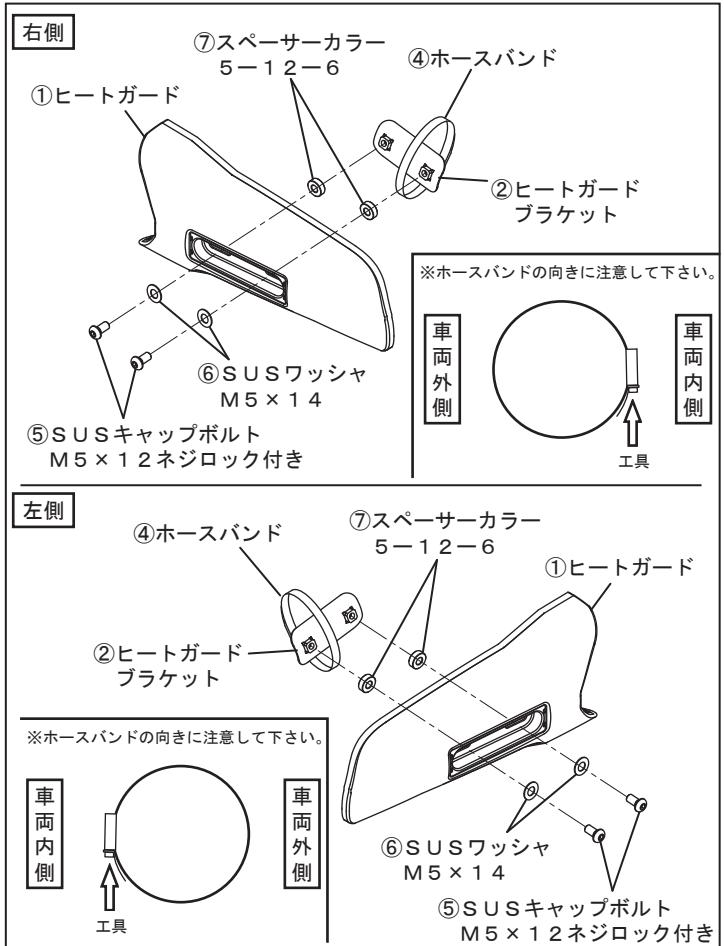

FIG. 1
2. ②ヒートガードブラケットに④ホースバンドを通し、①カーボンヒートガードを⑤キャップボルトM5×12ネジロック付、⑥SUSワッシャM5×14、⑦スペーサーカラー5-12-6を使用して規定トルクで締め付けて下さい。 (FIG. 1 参照)